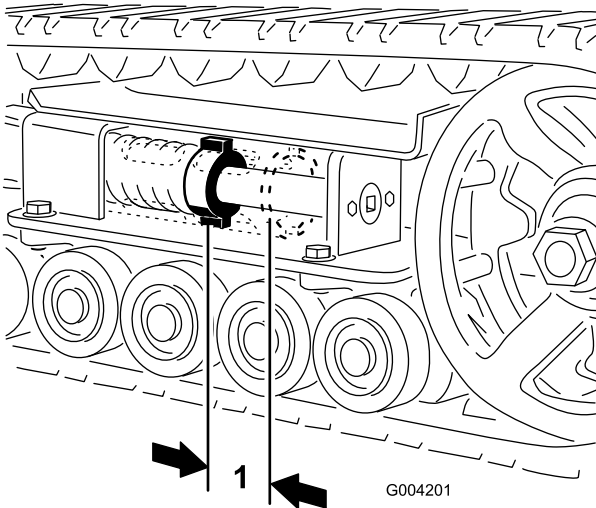
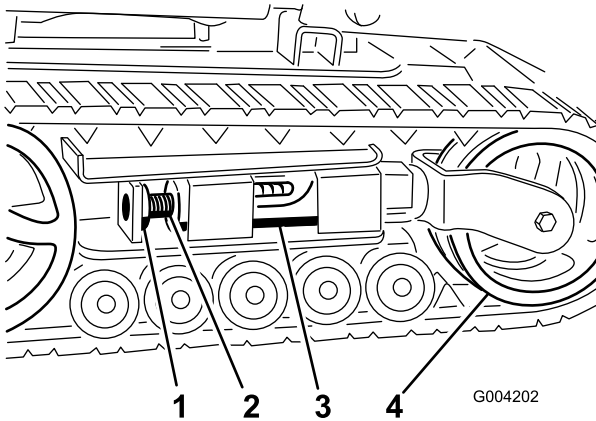
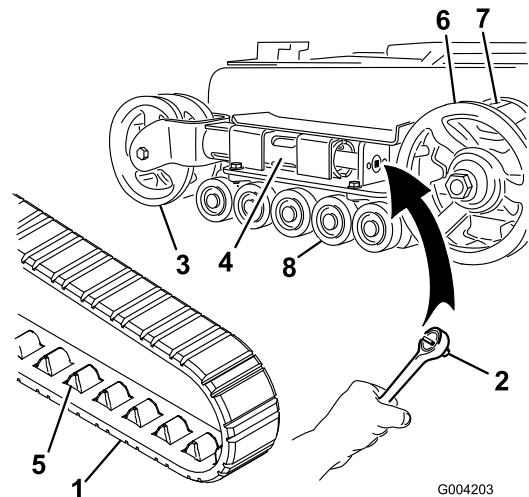
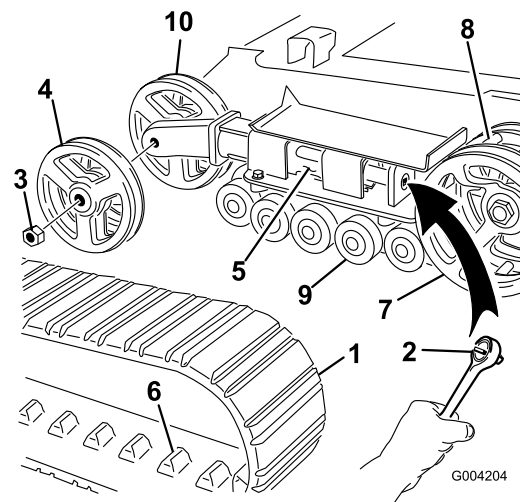

Figure 41
Figure 42
Figure 43
Figure 44
Vérifiez et ajustez la tension des chenilles après les 50 premières heures de fonctionnement, puis toutes les 100 heures de fonctionnement. L'écrou de tension et l'arrière du tube de tension doivent être distants de 7 cm (2-3/4") (Figure 41). Si ce n'est pas le cas, réglez la tension des chenilles comme suit :
3. Enlevez l'écrou et le boulon de blocage (Figure 42).
4. À l'aide d'un entraînement carré de 1/2 pouce (Figure 43), tournez la vis de tension dans le sens anti-horaire jusqu'à obtention d'un espacement de 7 cm (2-3/4") entre l'écrou de tension et l'arrière du tube de tension (Figure 41).
fixez la vis avec le boulon et l'écrou de blocage (Figure 42).
3. Enlevez le boulon et l'écrou de blocage (Figure 42).
4. À l'aide d'un entraînement carré de 1/2 pouce, tournez la vis de tension dans le sens horaire pour détendre la transmission (Figure 42 et Figure 43).
5. Poussez la roue de tension vers l'arrière de la machine pour appuyer le tube de fourche contre le châssis (Figure 43). (S'il ne touche pas le châssis, continuez de tourner la vis de tension jusqu'à ce qu'il le touche).
7. Lorsque la chenille est déchaussée, retirez-la du barbotin et des galets de roulement (Figure 43).
8. Pour installer la chenille neuve, commencez par l'enrouler autour du barbotin, en veillant à ce que les crampons s'engagent correctement entre les entretoises du barbotin (Figure 43).
9. Poussez la chenille sous et entre les galets de roulement (Figure 43).
11. Tournez la vis de tension dans le sens anti-horaire, de manière à obtenir un écartement de 7 cm (2-3/4") entre l'écrou de tension et l'arrière du tube de fourche (Figure 41).
4. À l'aide d'un entraînement carré de 1/2 pouce, tournez la vis de tension dans le sens horaire pour détendre la transmission (Figure 42 et Figure 44).
5. Poussez la roue de tension vers l'arrière de la machine pour appuyer le tube de tension contre le châssis (Figure 44). (S'il ne touche pas le châssis, continuez de tourner la vis de tension jusqu'à ce qu'il le touche).
6. Retirez l'écrou de fixation de la roue de tension extérieure et déposez la roue (Figure 44).
7. Déposez la chenille (Figure 44).
8. Retirez l'écrou de fixation de la roue de tension intérieure et déposez la roue (Figure 44).
12. Posez la roue de tension intérieure et fixez-la avec l'écrou retiré précédemment (Figure 44).
14. Posez la chenille neuve en prenant soin que les crampons s'engagent entre les entretoises au centre du barbotin (Figure 44).
15. Posez la roue de tension extérieure et fixez-la avec l'écrou retiré précédemment (Figure 44).
17. Tournez la vis de tension dans le sens anti-horaire, de manière à obtenir un écartement de 7 cm (2-3/4") entre l'écrou de tension et l'arrière du tube de fourche (Figure 41).